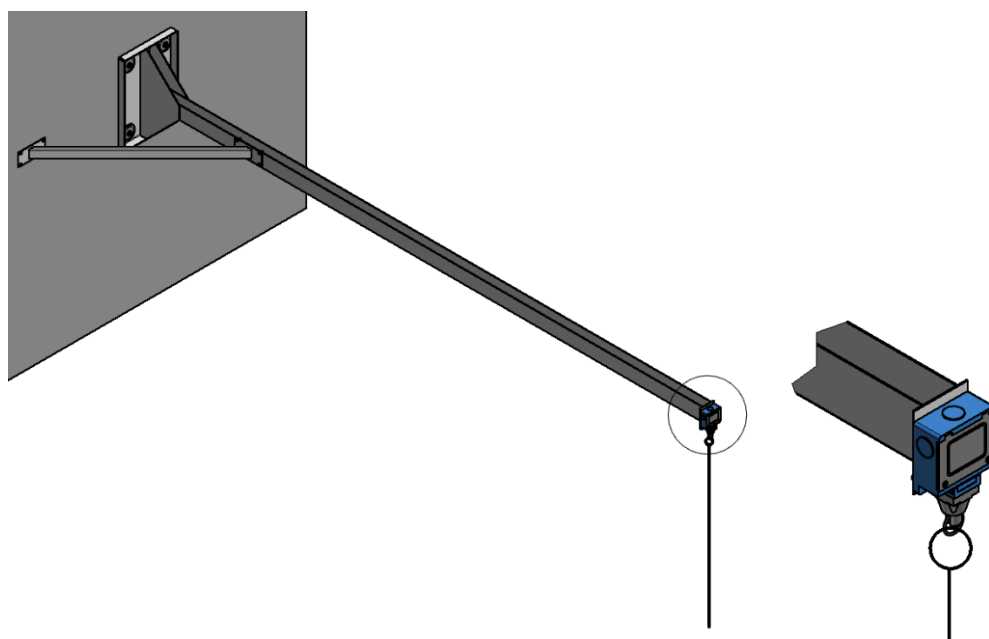

Рисунок 4. Установка Шнурового выключателя на кронштейн гусака.
- Закрепить на Кронштейне гусака Шнуровой выключатель. (Рисунок 4)